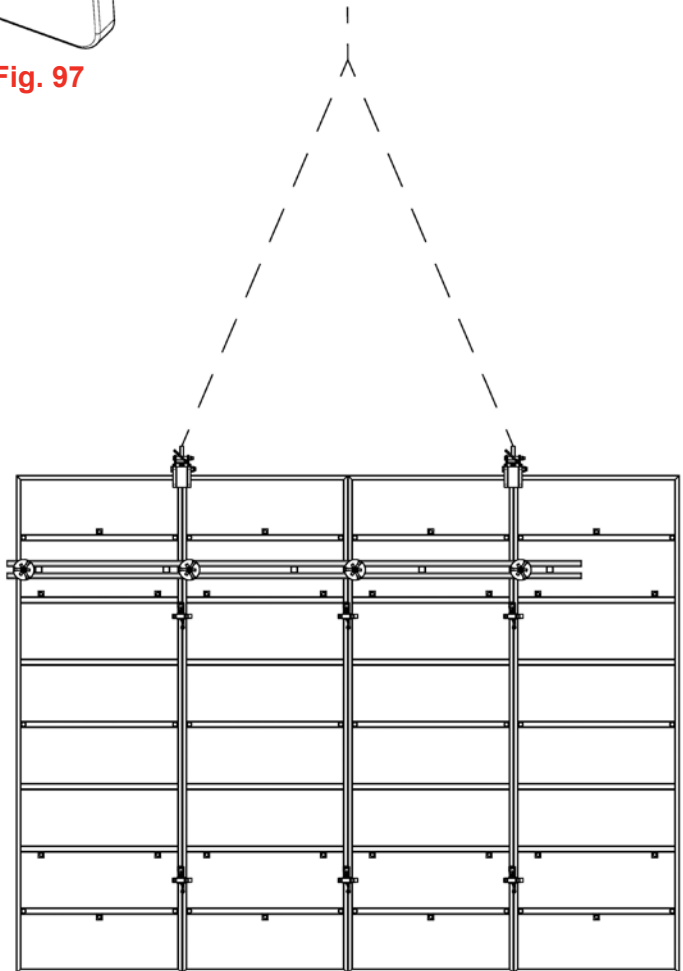

Fig. 95 :
- Pour plus de deux modules, utiliser deux crochets (figure 95).